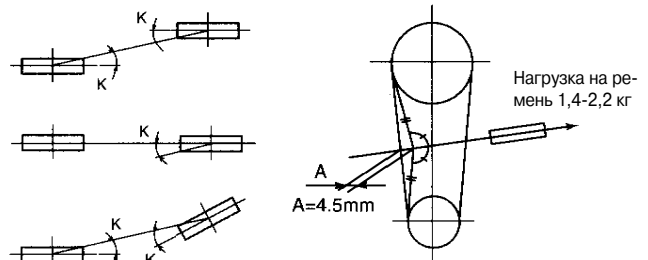

Рис. 1. Положение шкивов при регулировке Рис. 2. Натяжение ремня
1. Установите шкивы вентилятора и электродвигателя в соответствии с рис. 1 и таблицей ниже.